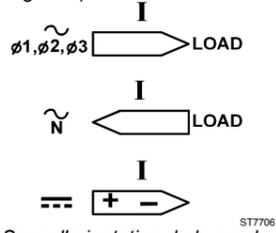

Figure 3. Sens d'orientation de la sonde de courant
5. Pincez la sonde autour du conducteur, contrôler si la flèche marquée à la mâchoire de la sonde pointe dans la bonne direction (voir figure 3).